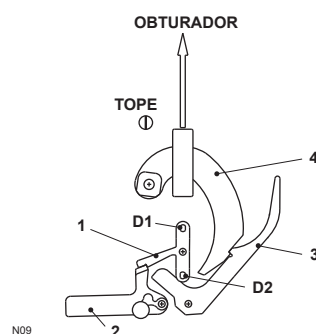

Figura 14. Mecanismo
- Disparo manual del obturador de bloqueo (c.f. Figura 14)